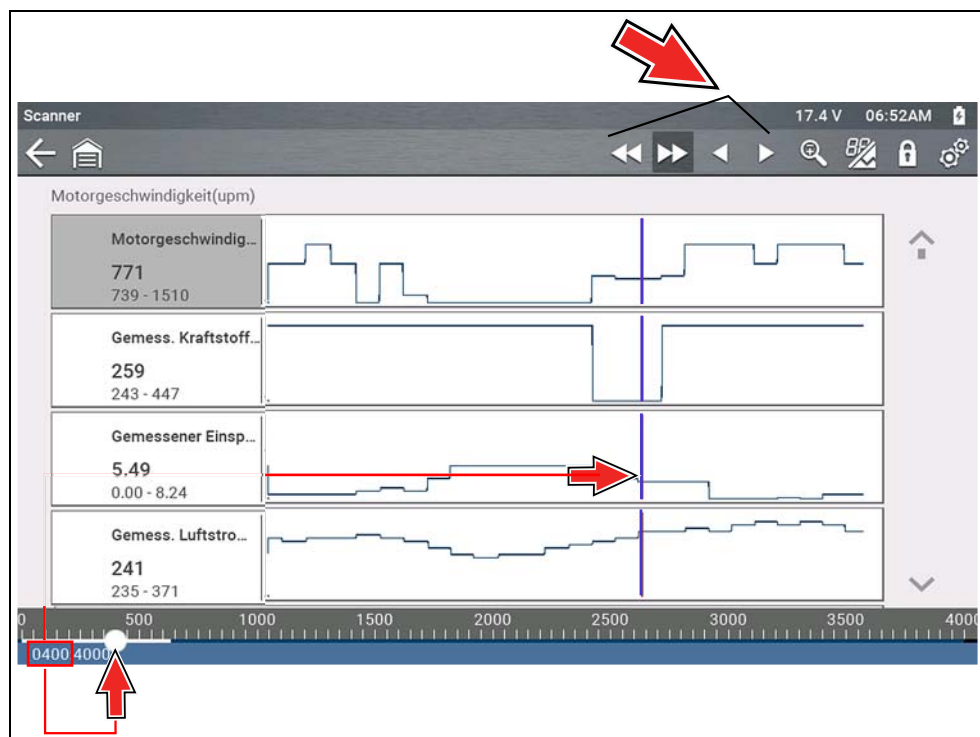

Abbildung 4-22
3. Gehen Sie in der Grafikanzeige mit den Steuersymbolen durch die Daten (Abbildung 4-22).
Der blaue (vertikale) Cursor (Abbildung 4-22) zeigt Ihre Position in den Daten an und wird durch den aktuellen Positionswert im Positionszähler (Abbildung 4-22) wiedergegeben. Der Cursor wird in allen PIDs angezeigt.